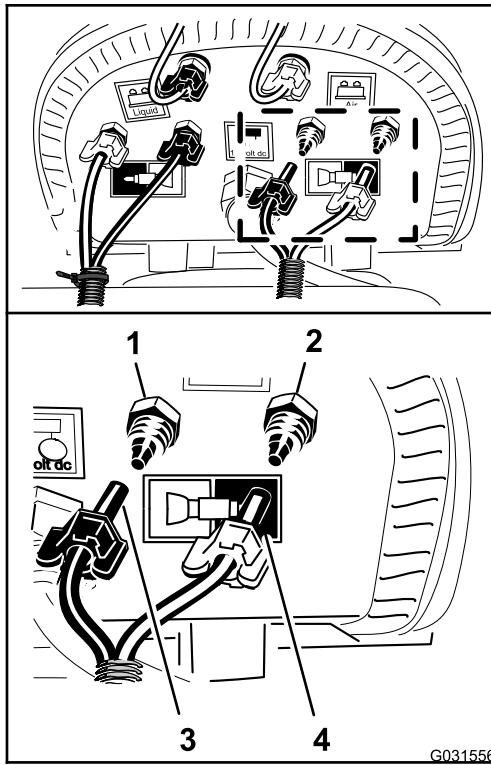

Bild 144
- Schließen Sie den nicht beschrifteten Schlauch (kein Kabelbinder) an; fluchten Sie hierfür den blauen Schlauch für den linken Sprühabschnitt auf dem Druckanschlussstück für den Wasserkreislauf für den linken Sprühabschnitt aus (Bild 144).
6. Befestigen Sie die Druckmutter für den Schlauch auf dem Anschlussstück und ziehen die Mutter mit der Hand an (Bild 144).
7. Fluchten Sie den durchsichtigen Schlauch für den linken Sprühabschnitt auf dem Druckanschlussstück für den Luftkreislauf für den linken Sprühabschnitt aus (Bild 144).
8. Befestigen Sie die Druckmutter für den Schlauch auf dem Anschlussstück und ziehen die Mutter mit der Hand an (Bild 144).